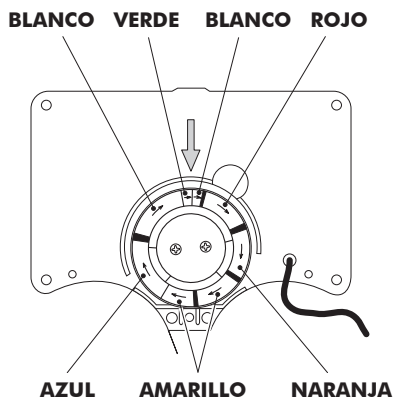

Fig.6
- c) Gire la leva en la posición CONTRALAVADO RÁPIDO (ver fig.6 pág.49).